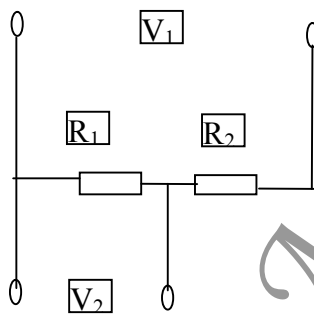

Fig.3.3a: Diviseur résistif
- des diviseurs résistifs (fig.3.3a) utilisés en courant continu et alternatif, ils sont utilisés jusqu'à 200 kV. La valeur de la tension \$V\_2\$ est donnée par: